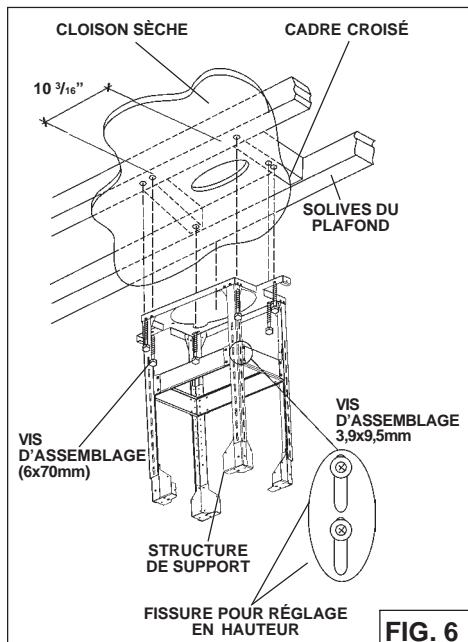

FIG. 6
- Réglez la hauteur totale de la structure de support en utilisant le tableau ci-dessous. Désserrez et resserrez les 4 vis dans les **fissures permettant de régler la hauteur** selon ce qui est nécessaire. Installez 12 vis (3.9x9.5mm) qui se trouvent à l'intérieur du sachet accessoires (Fig.6) assurez-vous que cette une 4" min. chevauchement entre la partie supérieure et des pattes de support inférieures